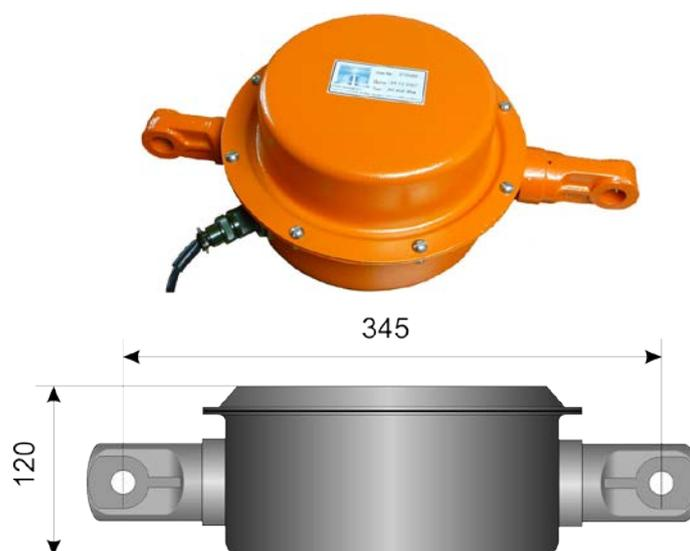

Рис. 5
| 2) датчик усилия АС-ДУС-01 | 1 шт, рис.5; |
6.5. Датчик грузового момента, Рис.5, представляет собой прибор, преобразующий суммарный грузовой момент от массы поднимаемого груза и собственной массы стрелы в электрический сигнал. В данной модификации АС-АОГ-01м+ датчик грузового момента состоит из одного датчика усилия, измеряющего натяжение в канатах подъема и опускания стрелы. Использован тензопреобразователь С2 фирмы "Тензо-М" класса точности 0,03%.